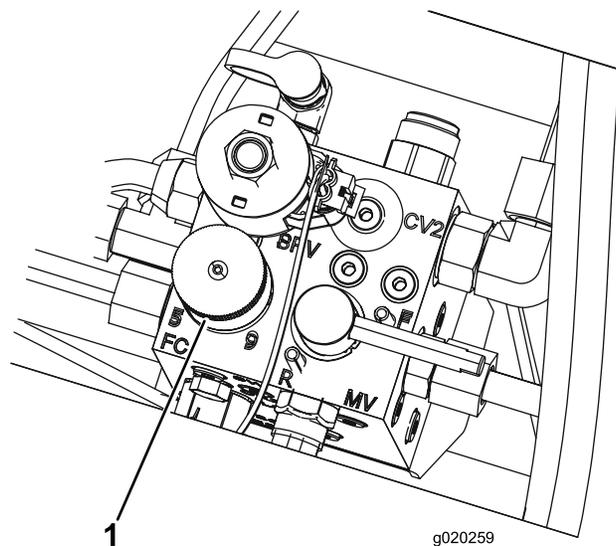

Figura 33
4. Para ajustar a velocidade dos cilindros, rode o manípulo (Figura 33) até que a seta indicadora fique alinhada com o número que designa o ajuste desejado.